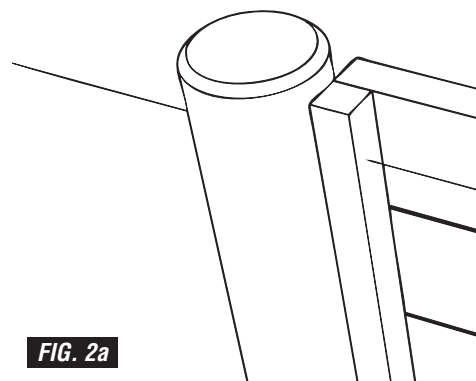

FIG. 2a
C) ENSURE THE 43X43 TIMBER SUPPORT IS POSITIONED IN THE CENTRE OF THE ROUND TIMBER IT IS ATTACHING TO (FIG. 2a / 2b / 2c)